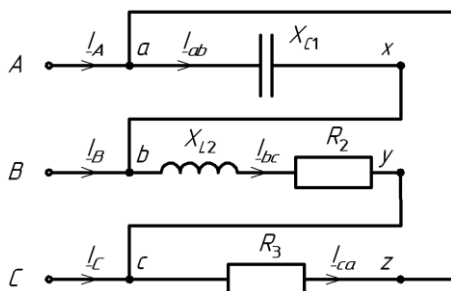

Рис. 4.
**Задача 4.** Трёхфазная электрическая цепь, фазы которой соединены «треугольником» определить, подключена к симметричному трёхфазному источнику с линейным напряжением  $U_L$  (рис. 4). Необходимо определить: